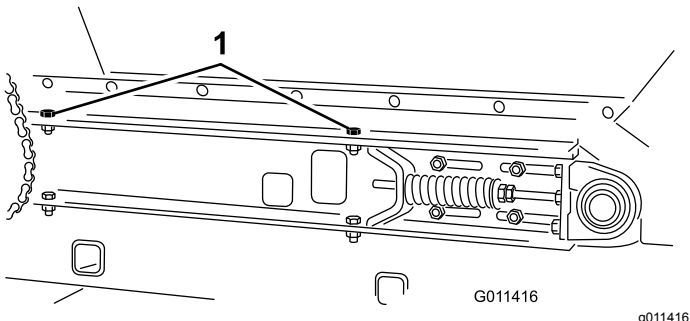

**Bild 31**
3. Lösen Sie die Klemmutter und Mutter an der Spannstange, um die Federspannung zu lösen (Bild 31).